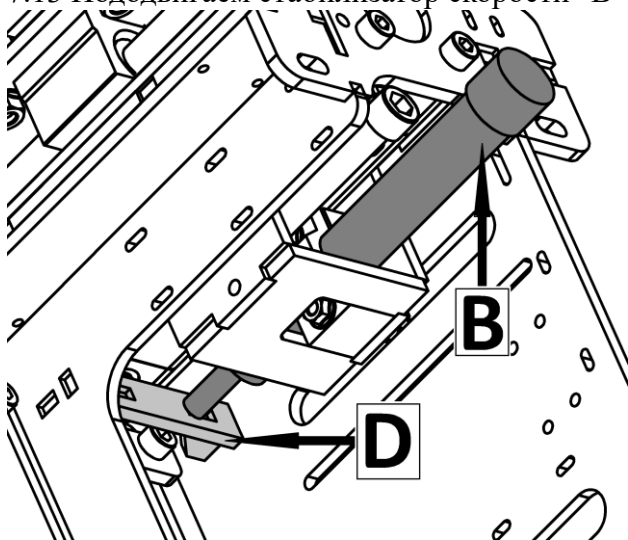

Рисунок 26.
7.13 Поддвигаем стабилизатор скорости "B" (рис.26) до касания с упорной полкой "D".